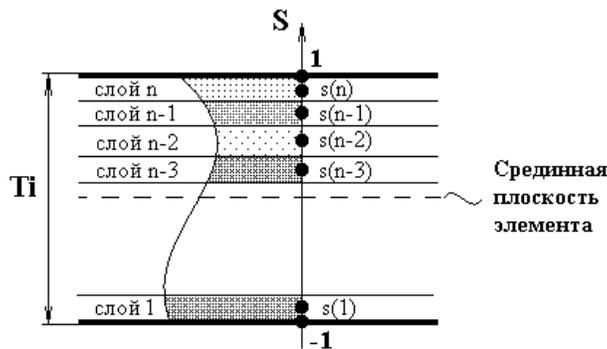

Рисунок 79. Схема элемента *Shell163*
- **T1** – суммарная толщина композиционной слоистой оболочки в узле I (Рисунок 79).
- **T2** - суммарная толщина композиционной слоистой оболочки в узле J (Рисунок 79).
- **T3** - суммарная толщина композиционной слоистой оболочки в узле K (Рисунок 79).
- **T4** - суммарная толщина композиционной слоистой оболочки в узле L (Рисунок 79).